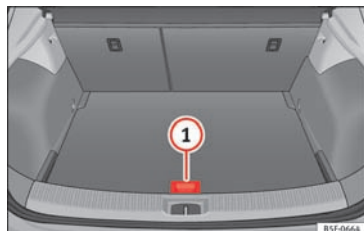

Fig. 177 Bagagerum: variabel bagagerumsbund
- Løft den variable bagagerumsbund i grebet » » **Fig. 177** ①, træk i den, og tryk den hen imod bagsæderyglænet, indtil den bevægelige del af bunden hviler på det.